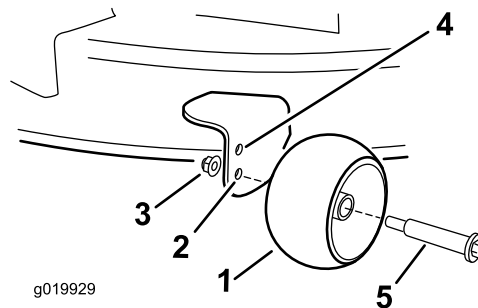

Figure 20
- Trou supérieur – utilisez cette position pour les hauteurs de coupe du tablier jusqu'à 63 mm (2,5 po) (Figure 20).
- Trou inférieur – utilisez cette position pour les hauteurs de coupe du tablier à partir de 76 mm (3 po) (Figure 20).